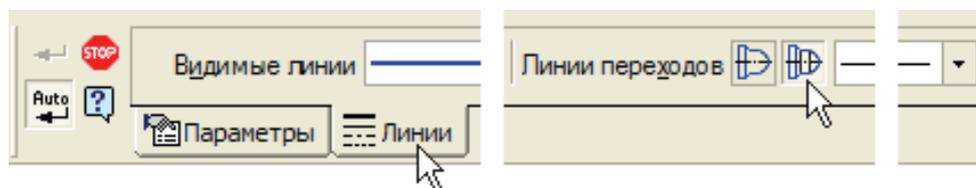

Рис. 8.10
- На этой же панели **Свойства** откройте закладку **Линии** и включите кнопку **Показывать**  в группе **Линии переходов** и **Невидимые линии** (рис. 8.10).